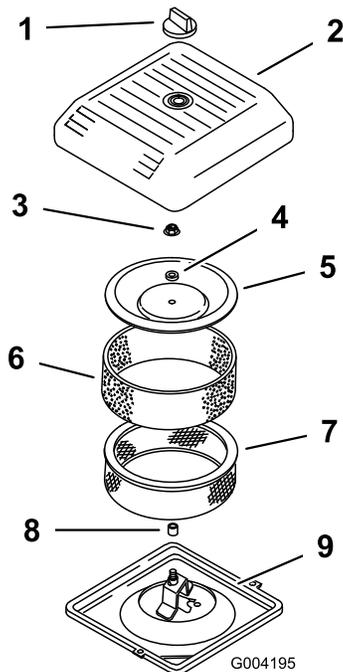

Figure 17
2. Dévissez le bouton et déposez le couvercle du filtre à air (Figure 17).
3. Glissez délicatement le préfiltre en mousse hors de l'élément en papier (Figure 17).
4. Dévissez l'écrou du couvercle et enlevez le couvercle, l'entretoise et l'élément en papier (Figure 17).
2. Posez l'ensemble filtre à air sur sa base (Figure 17).
3. Montez le couvercle, l'entretoise et fixez-le avec l'écrou (Figure 17). Serrez l'écrou à 11 Nm.
4. Remettez le couvercle du filtre à air et fixez-le à l'aide du bouton (Figure 17).